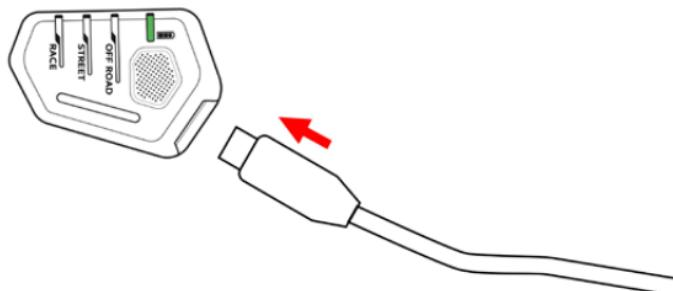

Figura 13: LED di livello della batteria (3d) lampeggiante durante la ricarica del sistema
Il sistema viene fornito con un cavo di ricarica USB di tipo C (7). Per ricaricare il sistema, l'utente deve collegare il cavo di ricarica USB di tipo C (7) standard in dotazione con il sistema alla porta di ricarica USB di tipo C (3e) presente sul display a LED (3). Una volta in carica il display a LED (3) si accende con diversi colori lampeggianti nel LED di livello della batteria (3d) come mostrato nella Figura 13, secondo la descrizione fornita nella Sezione 8 "Riepilogo indicazioni sul display a LED (3)". Caricare completamente il sistema prima del primo utilizzo.